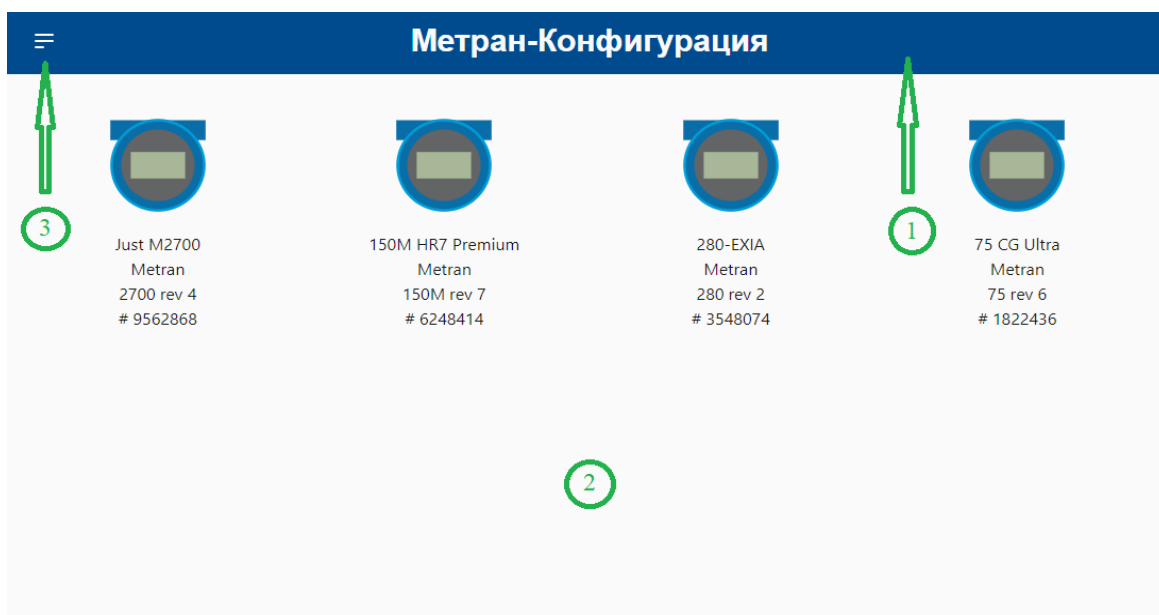

Рис. 7 Элементы главного окна
1. Информационная панель – (рис.7) (пункт 5.11 руководства по эксплуатации)